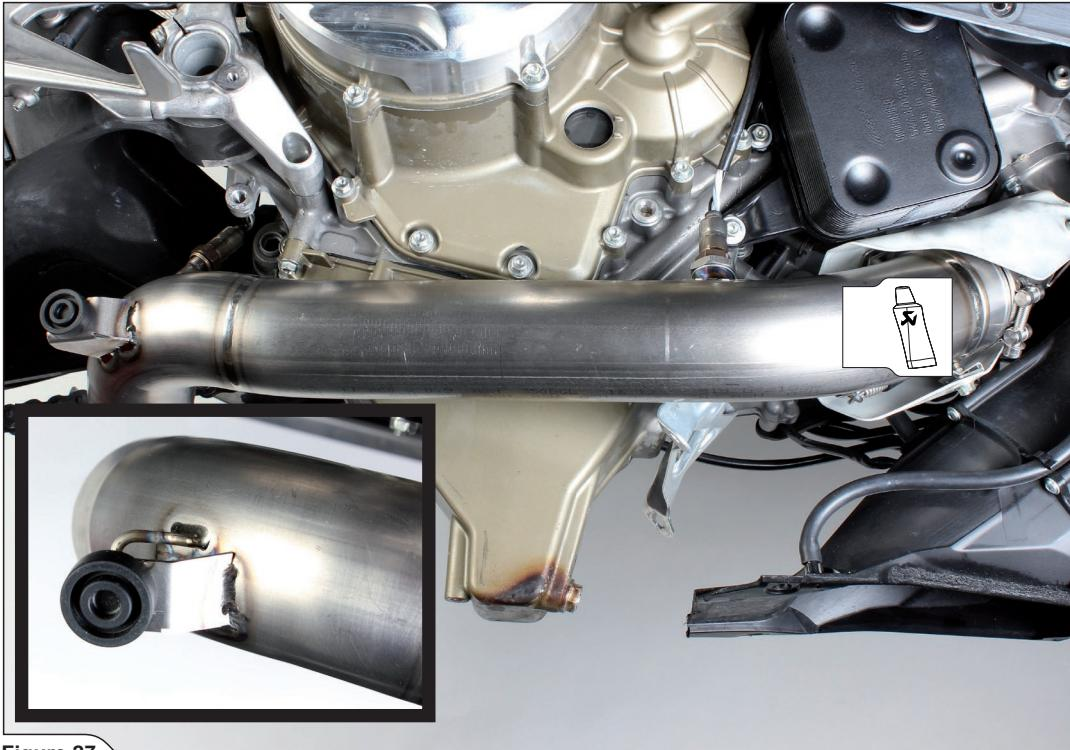

Figure 27
- オリジナルのゴム製スペーサーをAkrapovič連結ホースに移し、フロント連結ホースをマニホールド上をスライドさせます。スプリングを取り付け、ラムダセンサーを締め付けます（図27、28）。